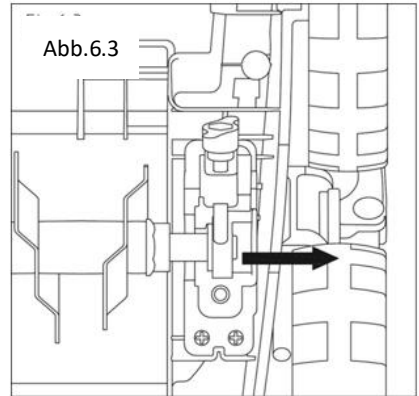

Abb.6.4
## 5. Verwendung Vertikutierwalze (Abb.6.4)
- Ziehen Sie das ursprüngliche Klingensystem nach oben, um es vom Maschinengehäuse zu lösen (Abb. 6.4).